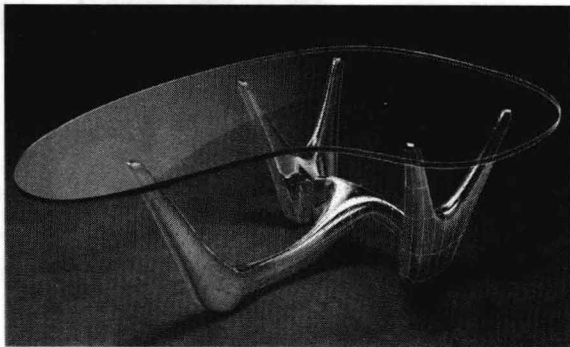

图1-1 高级渲染效果
7) 高级渲染功能: 用户将设计的产品通过灯光照射、添加贴图、创建材质后进行高级渲染等步骤, 可以得到真实的模拟效果, 并可以将渲染效果输出为图纸, 如图1-1所示。